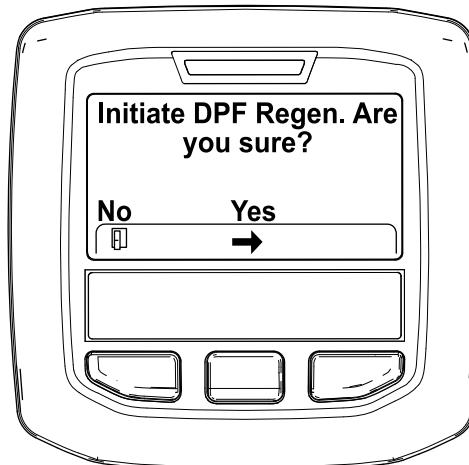

Figura 47
- Quando viene visualizzato il messaggio "Inizializzare Rigen. FAP?" premete il pulsante centrale (Figura 47).